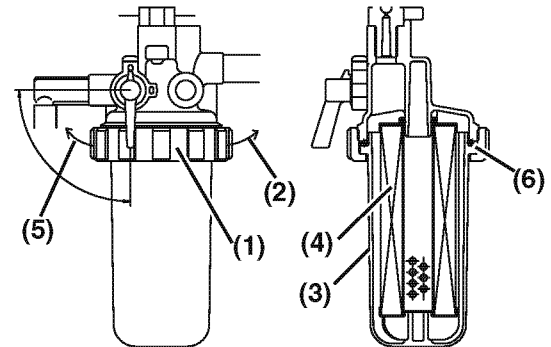

Figura 15
3. Gire el anillo de retención (**Figura 15, (1)**) hacia la izquierda (**Figura 15, (5)**).
4. Extraiga cuidadosamente el recipiente (**Figura 15, (3)**). Vierta combustible dentro de un recipiente aprobado y deseche los residuos de manera adecuada. Sostenga el fondo del recipiente con un trapo de taller para impedir que gotee. Limpie cualquier derrame inmediatamente.
5. Extraiga el filtro de combustible (**Figura 15, (4)**) tirándolo hacia abajo.
8. Verifique las condiciones de la junta tórica **(Figura 15, (6))**. Cámbielo en caso de que sea necesario.
9. Instale el recipiente en la brida de montaje y gire el aro de retención **(Figura 15, (1))** hacia la derecha **(Figura 15, (2))**. Apriete solamente a mano.